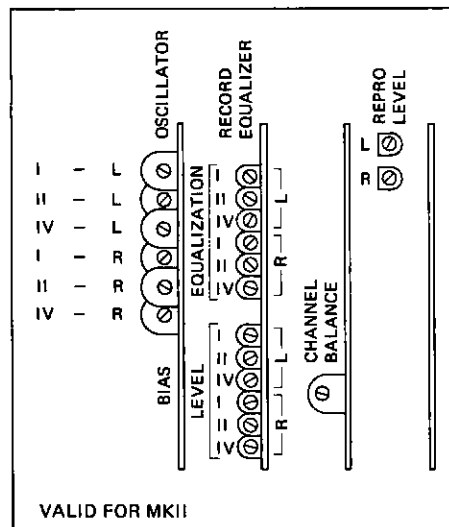

Fig. 5.3
- Mit dem Trimpotentiometer CHANNEL BALANCE (Fig. 5.3) den rechten Kanal auf den gleichen Pegel einstellen.
- Adjust right-hand channel to identical level with the aid of CHANNEL BALANCE (Fig. 5.3).
- Réglez le canal droit au même niveau grâce au trimmer CHANNEL BALANCE (Fig. 5.3).
- Ajustez le trimmer PEAK METER CALIBRATION (fig. 5.3) pour les deux canaux de façon à ce que les deux segments situés à gauche du symbole DOLBY (0 dB) s'allument à peine.
- Wiedergabepegel mit den Trimpotentiometern REPRO LEVEL L und R so einstellen, dass am LINE OUTPUT +2 dBu (0,97 V) ansteht (Fig. 5.3).